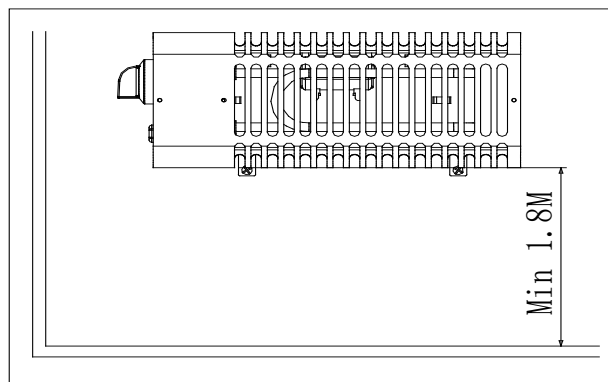

Fig. 1
- Apparaten måste monteras på väggen på en höjd av minst 1,8 meter, annars finns det risk för brännskador och brand (bild 1). Om det ändå är absolut nödvändigt att montera apparaten lägre än tillåtet, se till att det inte finns några lättantändliga föremål eller ämnen under eller i närheten av apparaten samt att ingen (t.ex. barn eller djur) kan vidröra apparaten eftersom den blir mycket het vid användning. Dessutom måste tillräcklig luftcirkulation säkerställas.
- Due to risk of burns and fire, the appliance must be mounted on the wall to a height of at least 1,8 meters (fig. 1). However, if it is absolutely necessary to mount the appliance lower than allowed, then in such case it is extremely important to make sure there are no flammable objects or substances below or near the appliance, and that nobody (e.g. children or animals) can touch the appliance as it becomes very hot during use. Also, adequate air circulation must be ensured as well.